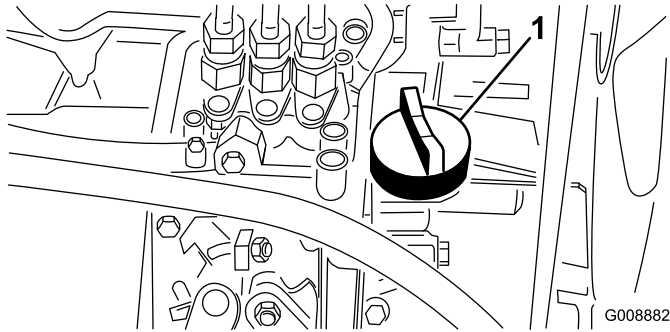

図 25
4. 不足していれば補給口キャップ（図 25）を取り、ディップスティックのFull 位置まで少量